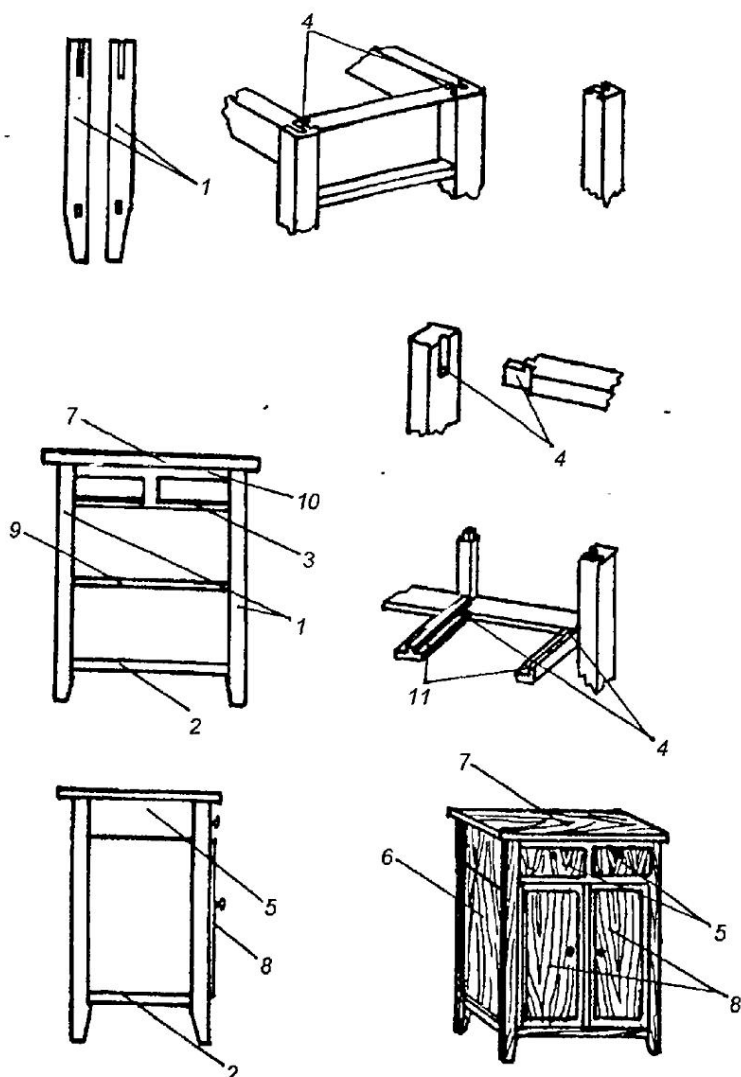

Рис. 175. Стол кухонный
**Стол кухонный (рис. 175).** В принципе это та же тумбочка, но другие размеры и особенности. Предлагаемый нами кухонный стол имеет два ящика. Состоит он из ножек, проножек, доски для крышки, царги, полок, дна, брусков для дверок и ящиков. Типовая длина ножек — 825 мм. В ножках готовят-